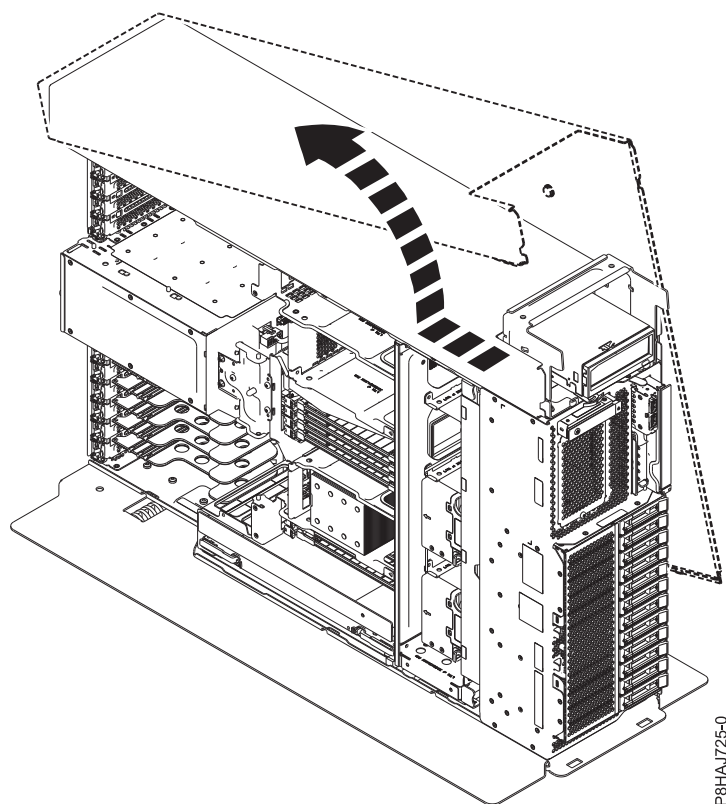

Figura 135. Extracció de la coberta lateral model 8286-41A
5. Feu lliscar la coberta lateral fins que surti del sistema en la direcció que es mostra a la Figura 135.